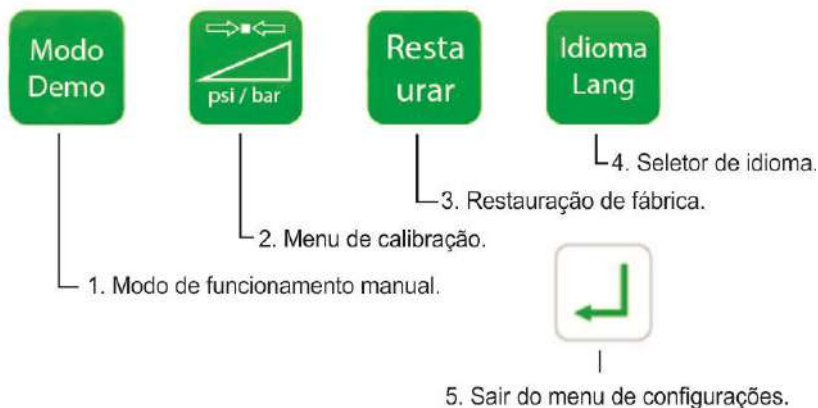

Fig. 6
Para a configuração de calibração da pressão de ar, selecionar o ícone psi/bar (2-Fig.6). Após selecionar Iniciar (Fig. 8), após acionar totalmente o pedal do equipo até que exiba 100%, em seguida, soltar o pedal e pressionar OK. Assim a calibração será bem-sucedida.
- Pressionar o ícone **Restaurar** (3-Fig.6). Ao selecionar "OK" os parâmetros serão apagados e as configurações originais de fábrica serão restauradas. Caso o "Cancelar" for selecionado, as configurações de fábrica não serão restauradas e o sistema reiniciará normalmente.
Para selecionar o idioma do sistema, pressionar o ícone "Idioma/Lang" (4-Fig.6). Após selecionar o idioma desejado, clicar em "OK" confirmando o idioma selecionado. Caso "Cancelar" seja selecionado será mantida a configuração do idioma original.